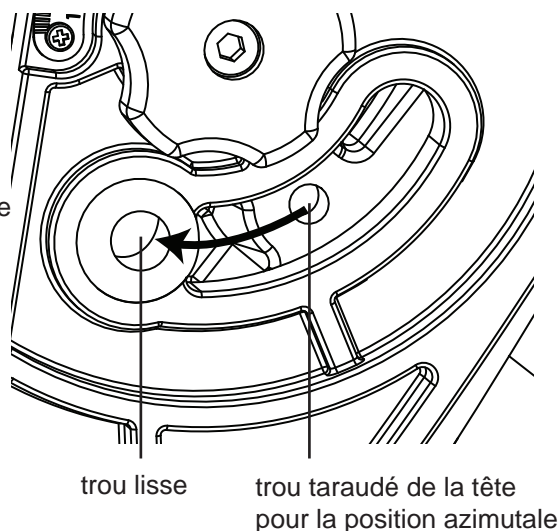

Fig. 2.4b
3. Relevez la tête de la monture jusqu'à ce que le vernier indique 88 degrés environ afin de désengager la vis de réglage fin de la latitude. Alignez le trou taraudé de la position azimutale avec le trou lisse de la base, en vous aidant de la barre de contrepoids (Fig. 2.4b). Vissez la vis moletée la plus longue dans le trou taraudé, en passant au travers du trou lisse, et serrez-la fermement avec une clé à six pans creux de 5mm.